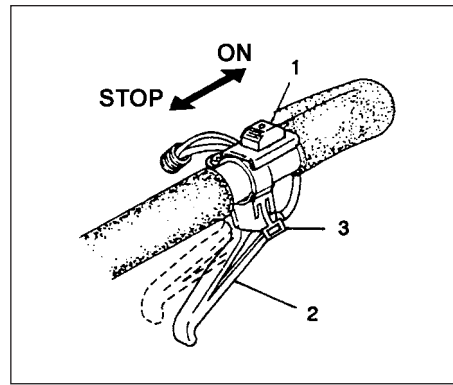

Fig. 2-2
1. Sett tenningsbryteren (1) i posisjon ON (PÅ). (fig. 2-2)
2. Hvis gasslåsen (3) er medlevert, trekk i gassutløseren (2) og hold gasslåsen (3), slipp sakte hendelen til den låses. (Fig. 2-2)